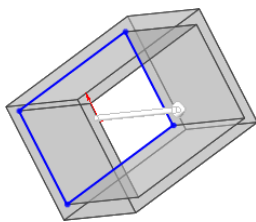

图 4-10 单向拉伸薄壁
- 单向：薄壁特征沿草图的一个方向拉伸，设定薄壁的厚度 ，如图 4-10 所示。